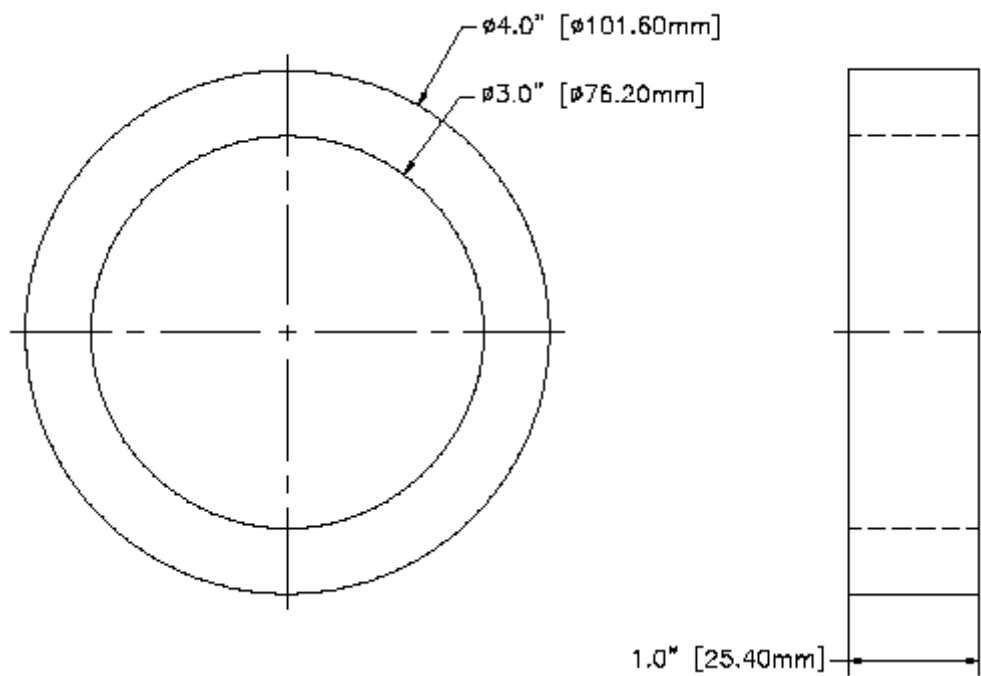
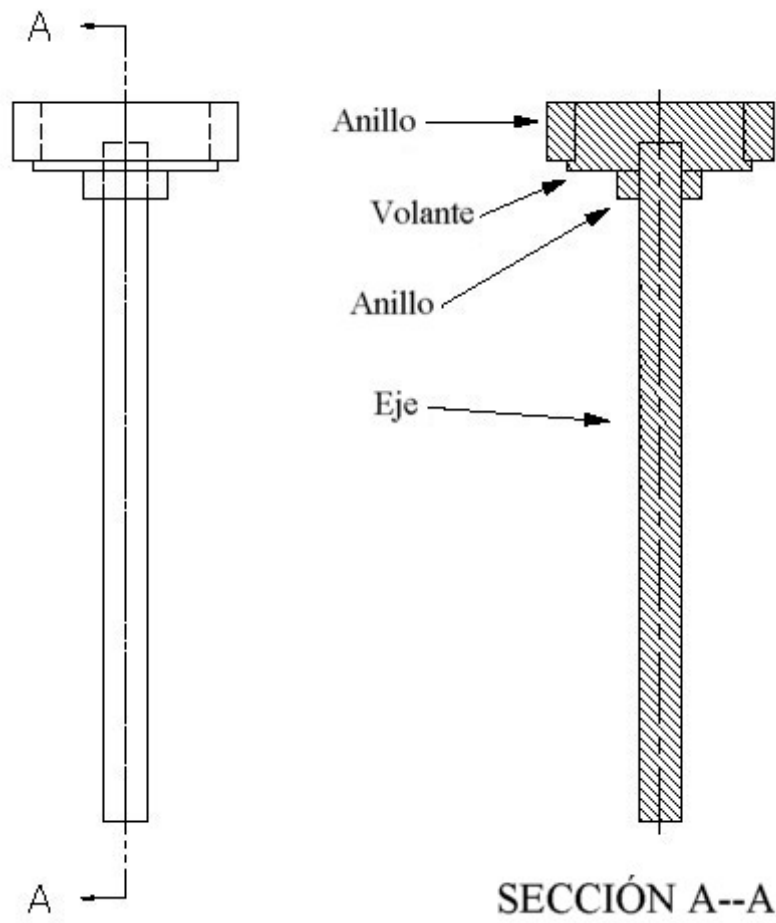

Figura 6: anillo de latón.
Figura 9: vista transversal del eje, el volante y el anillo de latón.
5. Suponga que se añade al volante el anillo de latón que se muestra en la figura 6 (la figura 9 muestra una vista transversal). ¿Cuál es el nuevo valor de I ? (Recuerde que la inercia de un anillo es $1/2M(r^2 + R^2)$, de la página 14 del libro de texto). Utilice $\rho_{\text{latón}} = 7.446 \text{ kg/m}^3$. Emplee el coeficiente c que se determinó en la ecuación (4) para responder a la pregunta siguiente: ¿cuál es la nueva constante de tiempo del sistema, dado que la amortiguación es la misma que se determinó en la sección anterior?